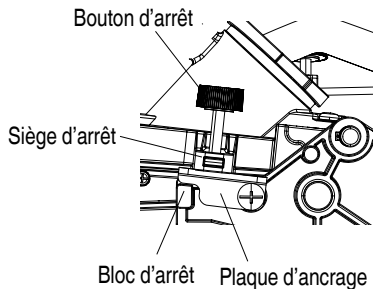

Fig. 24-b
15. Réglage de la profondeur de coupe (Fig. 24-b)